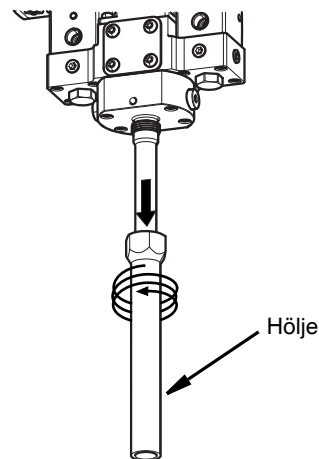

FIG. 20
4. Ta bort höljet från Voltex dynamisk blandningsventil. Se FIG. 20.